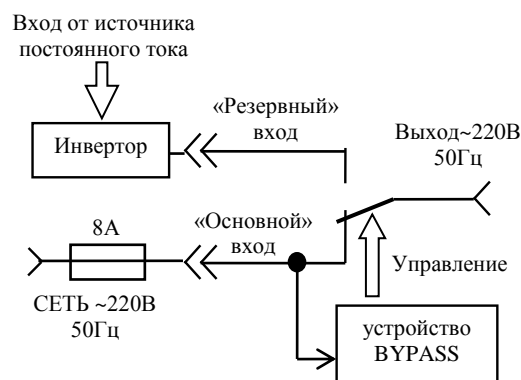

Рисунок 1.8- **OFF LINE**
- **OFF LINE** (см. рис.1.8). «Основным» источником питания в данной схеме является внешняя СЕТЬ ~220В. В исходном состоянии на выход изделия напряжение поступает с разъёма «Вход~220В», а в случае его отсутствия устройство байпас переключает «Выход~220В» на инверторную часть изделия.